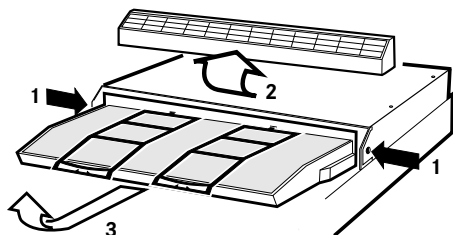

Fig.9
(1) och lyft lös fronten (2). Drag sedan ut
och lyft lös filterhållaren (3), Fig.9.